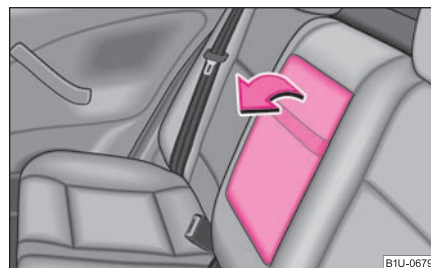

Fig. 91 Scaunele din spate: Cotiera
- Cotiera se poate rabata în sensul indicat de săgeată, cu ajutorul centurii ⇒ fig. 91.
- În cotieră se găsește un spațiu de depozitare. Apăsați tasta în direcția indicată de săgeata (1) și deschideți compartimentul în sensul indicat de săgeata (2). ■